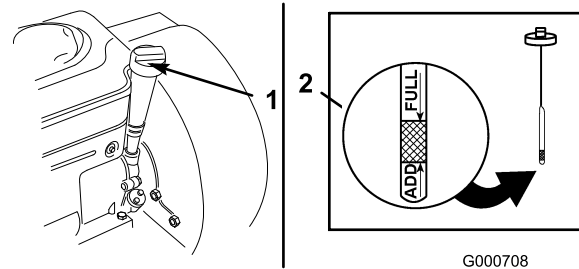

Figura 15
3. Limpie alrededor de la varilla de aceite (Figura 15).
4. Retire la varilla y limpie el extremo metálico (Figura 15).
5. Introduzca la varilla a fondo en el tubo de llenado y apriétela (Figura 15).